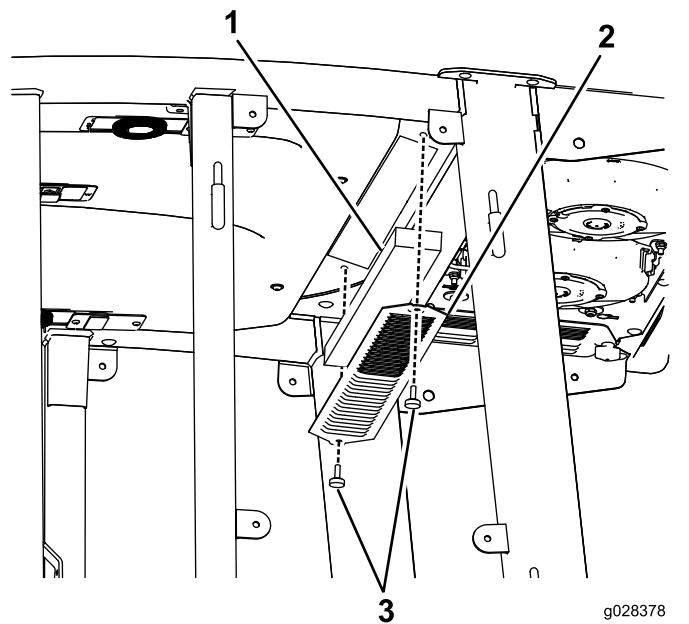

Figura 120
1. Rimuovete le viti e le griglie sia dal filtro dell'aria interno alla cabina, sia da quello sulla parte posteriore della cabina (Figura 120).